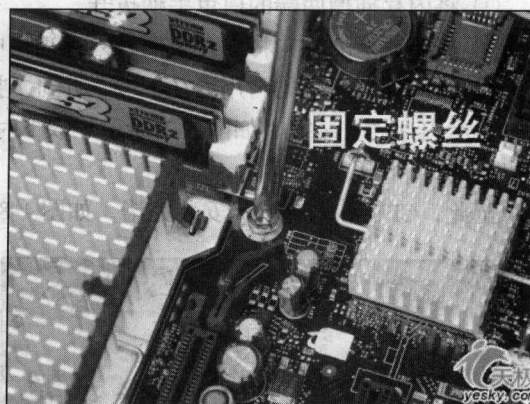

图 1-12 紧固螺丝
④ 拧紧螺丝，固定好主板（注意螺丝不要马上拧紧，等全部螺丝安装到位后，再将每粒螺丝拧紧，这样做的好处是随时可以对主板的位置进行调整），如图 1-12 所示。